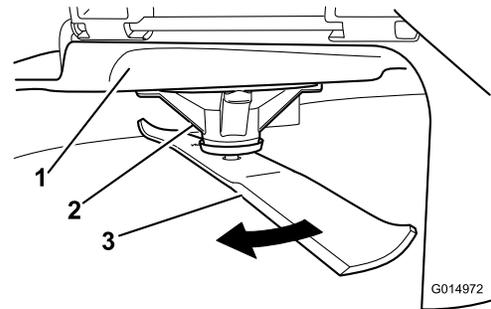

Bild 70
2. Tragen Sie dicke Handschuhe oder andere angemessene Handschuhe und drehen Sie das Messer langsam in eine Stellung, in der das Messen des Abstands zwischen der Schnittkante und der ebenen Fläche der Maschine möglich ist (Bild 70).